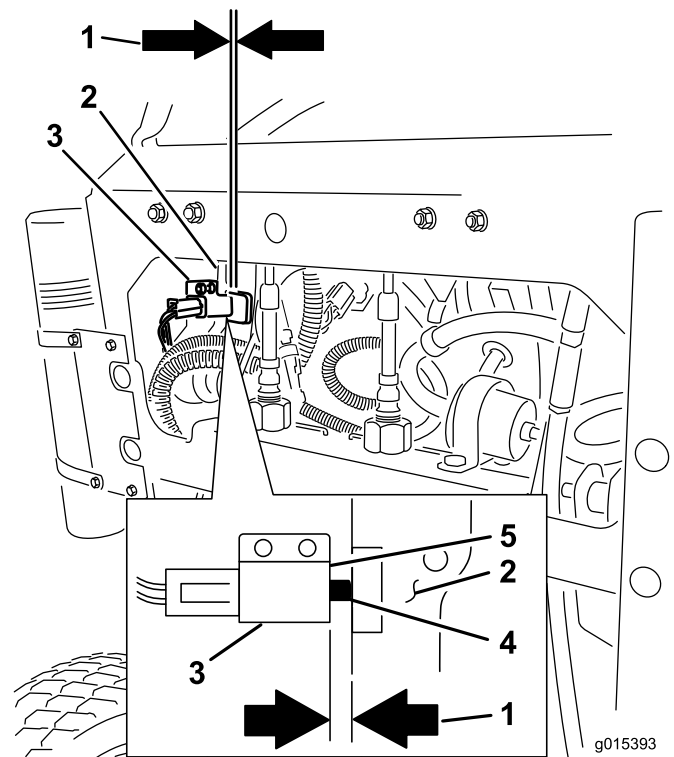

Bild 65
12. Prüfen Sie den Abstand zwischen dem Bremshebel und der Schaltervorderseite, wie in Bild 65 dargestellt. Der Abstand muss bei **aktivierter** Bremse 3 mm sein.